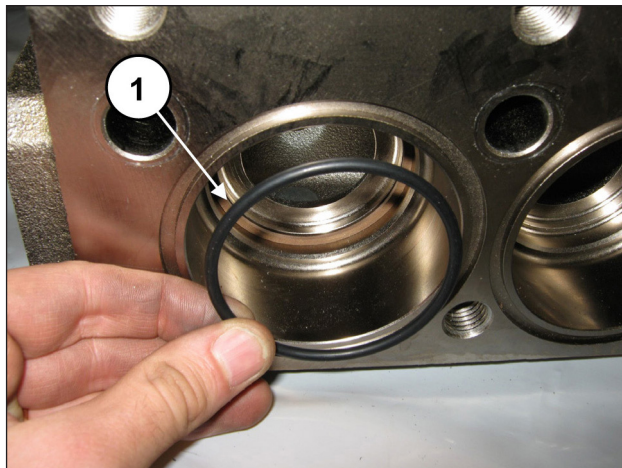

Рис. 150
Вставьте кольцо O-ring, поз. №7 на деталировочном чертеже (поз. ①, Рис. 150).